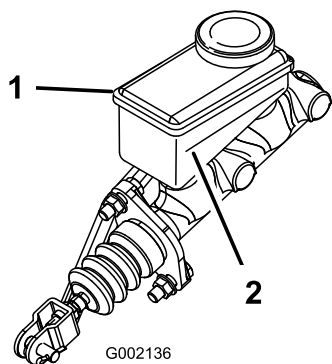

Figura 54
3. Osservate la linea del livello del fluido sul lato del serbatoio (Figura 54).
- B. Aggiungete il fluido dei freni DOT 3 al serbatoio, in modo che il livello del fluido sia superiore alla linea del minimo (Figura 54).